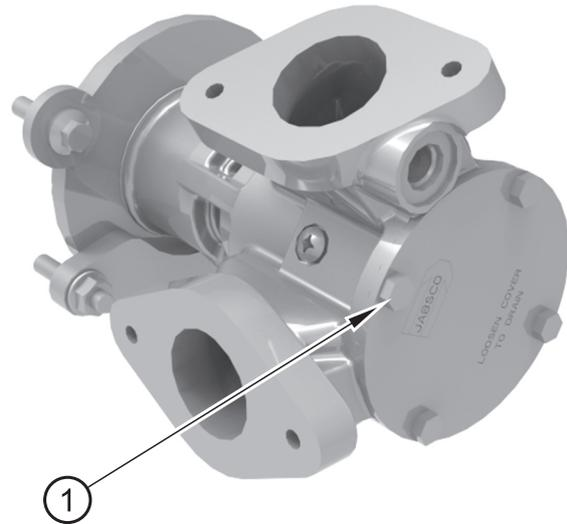

Abbildung 9
2. Lösen Sie die vier Schrauben (Abbildung 9, Nummer 1), mit denen die Endplatte der Hilfswasserpumpe befestigt ist, und nehmen Sie die Platte ab. Wenn Sie die Endplatte der Hilfswasserpumpe abnehmen, tritt etwas Hilfswasser aus der Pumpe aus.